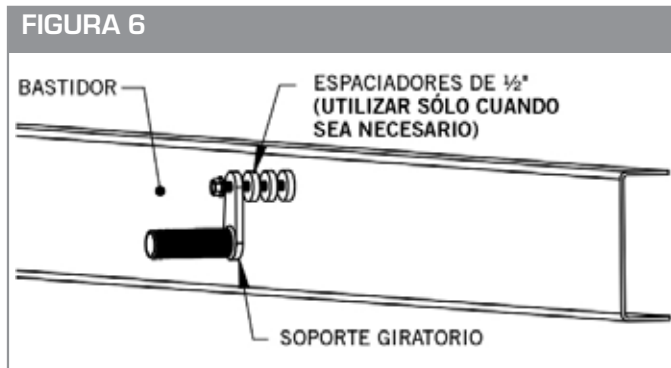

FIGURA 7
- Una vez que los soportes estén en posición con el guardafango, apriete el 5/8" x 4-1/2" que atraviese el soporte giratorio (10001472) para fijar el giratorio de forma segura al bastidor. (Ver la Figura 7)